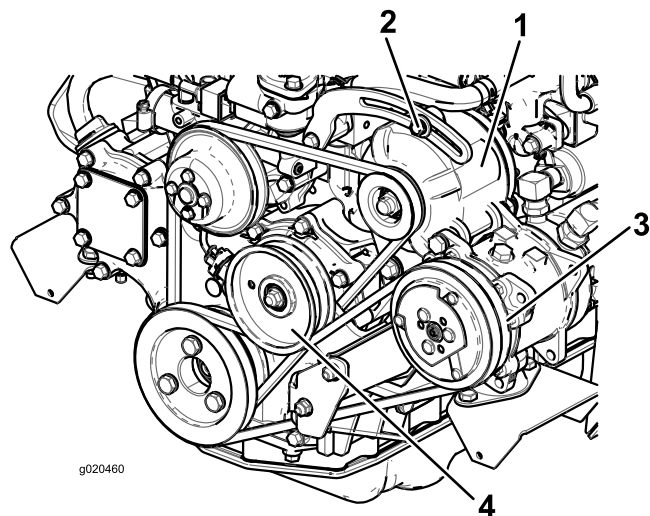

Figure 72
Si vous n'obtenez pas une flèche de 10 mm, desserrez les boulons de fixation de l'alternateur (Figure 72).
2. Si vous n'obtenez pas une flèche de 10 mm, desserrez le boulon de fixation de la poulie de tension (Figure 72).